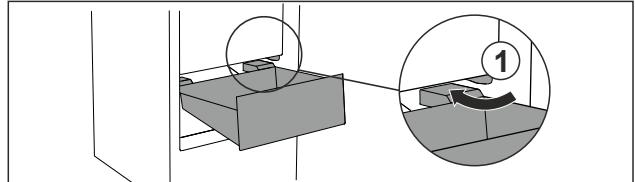

Fig. 78
- Обвести висувний ящик навскіс навколо стопора Fig. 78 (1).